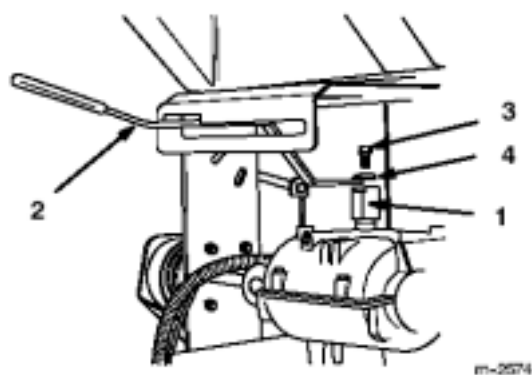

图1
1、将固定块对准变速箱上面的输出轴，轴端平面并放好。（图1）